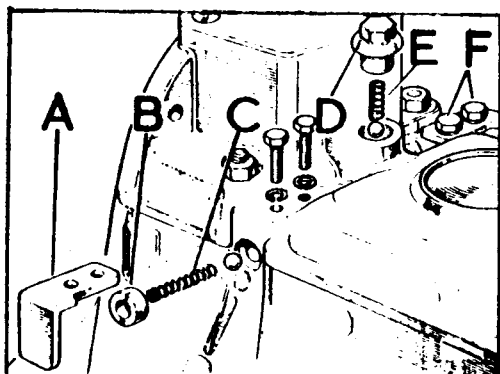
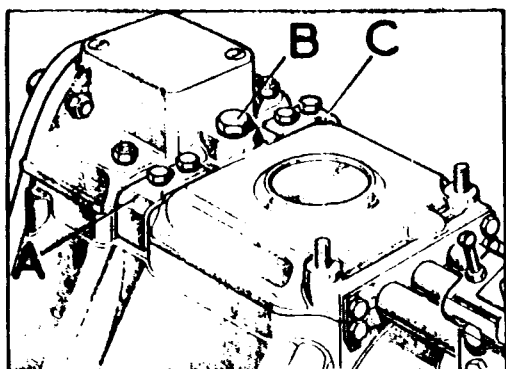

Fig. C-82 Muelles y bolas de las barras correderas
Fig. C-86 Tapa de la caja de velocidades
- 1.3. Retirar los elementos de fijación, F y , (Fig. C-82) de los muelles de los ejes selectores y extraer la placa, A, los retenes de caucho, B, y los muelles C y E. Rellenar los agujeros de la tapa con grasa y evitar que las bolas puedan caer al interior de la caja cuando se quite la tapa.
- 2.5. Montar la tapa de la caja, bolas-fiador, muelles, retén de caucho, B (Fig. C-82 y placa-retén, A. Obsérvese que el muelle de retenida del eje selector de marcha atrás es más fuerte y ligeramente más grueso que los demás, y que la muesca de la parte superior de las placas de retenida debe quedar hacia la parte - delantera de la caja de velocidades (Fig. C-86).